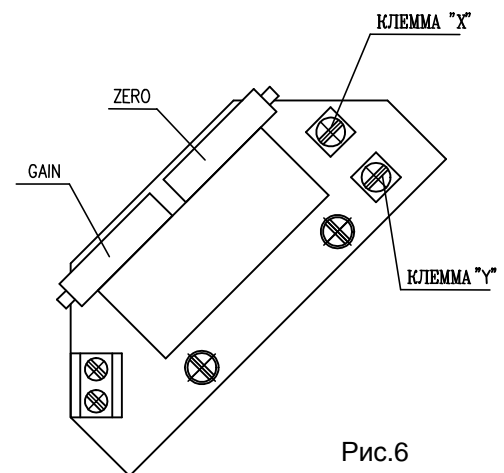

Рис.6
##### 4.5.1 EPV - 2-проводниковое включение (рис.6)
- Установте датчик сопротивления на основании инструкций в предыдущей главе так, что величину сопротивления измеряйте на клеммах X-Y (рис.6). (употреблен датчик с сопротивлением  $100\Omega$ )
- Поворачиванием устанавливающего триммера ZERO (рис.6) установите величину выходного сигнала тока, измеряемого на клеммах 81-82, на величину 4 мА.
- Поворачиванием устанавливающего триммера GAIN (рис.6) установите величину выходного сигнала тока, измеряемого на клеммах 81-82, на величину 20 мА.
- Установте датчик сопротивления на основании инструкций в предыдущей главе так, что величину сопротивления измеряйте на клеммах X-Y (рис.6).